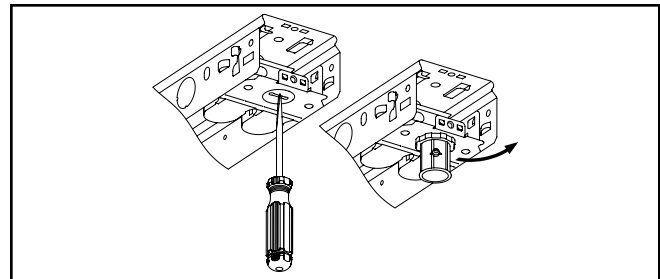

Figura 2.
1. Extraiga el expulsor e instale el accesorio (Figura 2.).